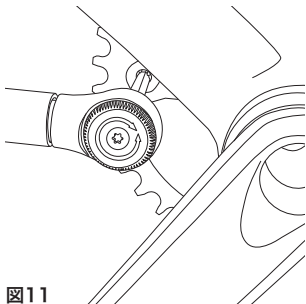

図11
- トルク・レンチを使用し、**8 Nm (71 in.lbs)** でボルトを固定します (図11)。